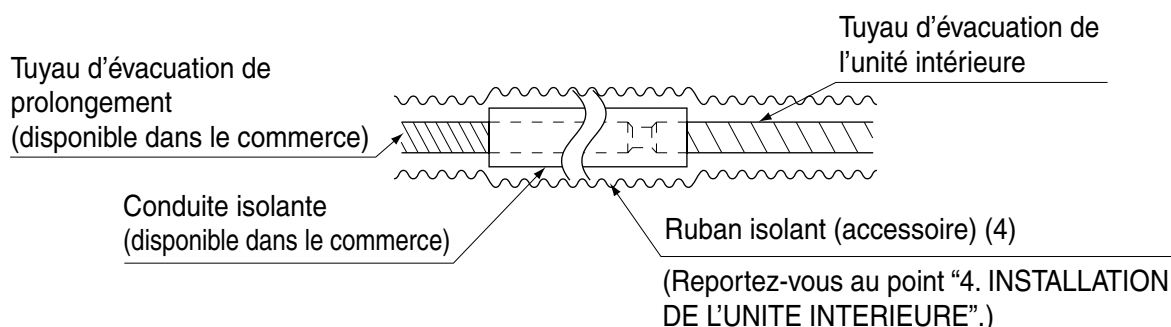

Fig. 17
- Lorsque vous prolongez le tuyau d'évacuation, utilisez un tuyau d'évacuation de prolongement disponible dans le commerce et veillez à isoler la partie prolongée du tuyau d'évacuation situé à l'intérieur. (Reportez-vous à la Fig. 17)